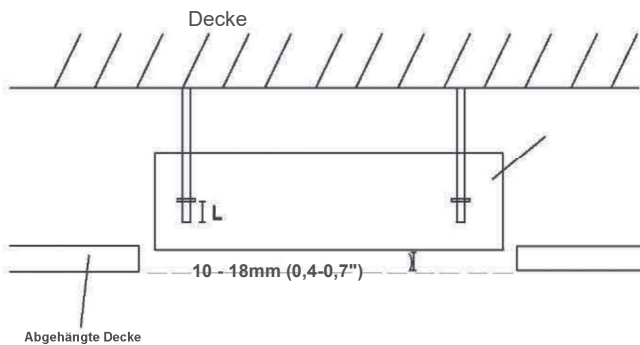

Abb. 4.6
**HINWEIS:** Die Unterseite des Gerätes sollte sich 10 - 18mm (0,4-0,7") über der Zwischendecke befinden. Im Allgemeinen sollte L (siehe Abb. 4.6) die halbe Länge des Aufhängungsbolzens oder so lang sein, dass sich die Muttern nicht lösen können.